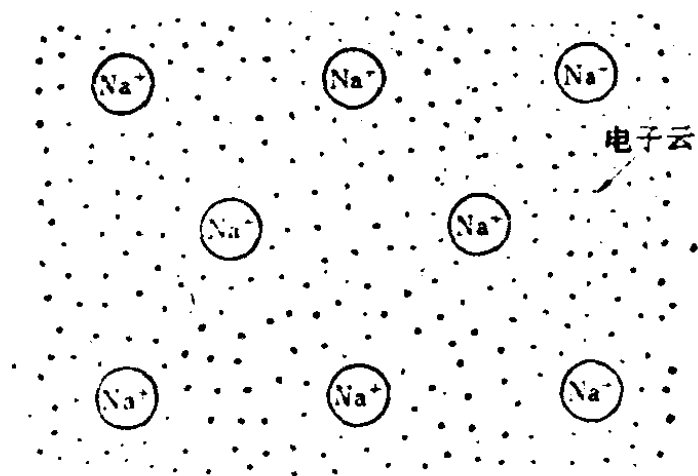

图 2.4 Na^+ 离子结合的另一种表示方法
我们可以把图 2.3 的形式描绘成图 2.4 所示的形式。
① 由于它具有大量自由电子,电子的运动使金属具有良好的导电性能。
② 热是由于晶格的振动和自由电子的运动的结果。因为参加运动的自由电子很多,所以金属具有良好的导热性能。
③ 如图 2.3 和图 2.4 所示,电子云中的钠离子 Na^+ 是均匀分布的。即使某个原子发生错动,亦能恢复到原始位置。所以,即使发生弯曲或拉伸之后也不会破坏(有延展性)。